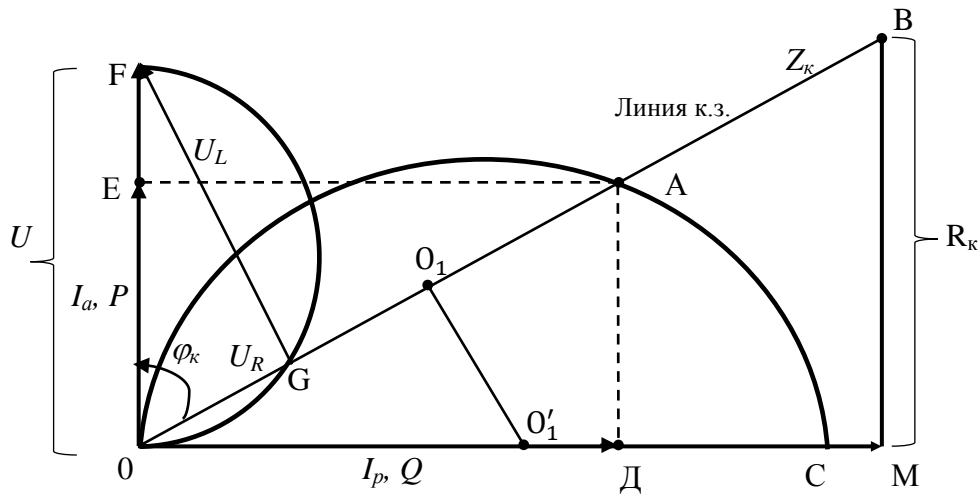

Рисунок 15.2 – Круговая диаграмма по результатам измерений
5. Постройте круговую диаграмму. Для этого выберите масштаб по току μ_I и по напряжению μ_U . По вертикальной оси отложите напряжение U в выбранном масштабе (отрезок \overline{OF}) и на этом отрезке, как на диаметре, постройте полуокружность напряжений (рисунок 15.2).